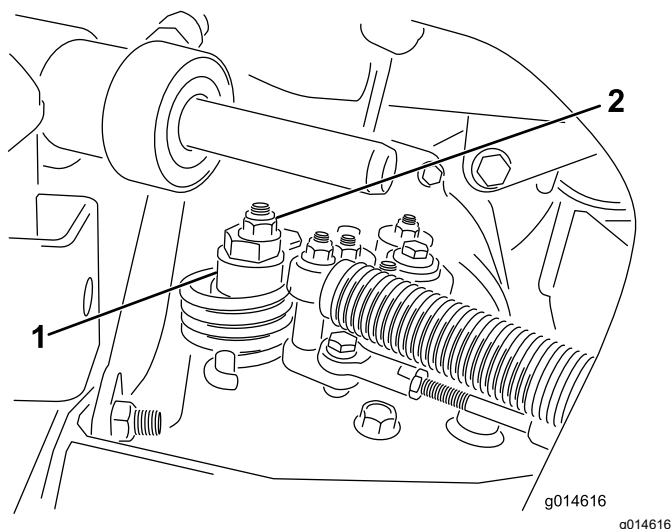

Figura 38
- A. Allentate il dado che fissa l'eccentrico alla parte superiore dell'igrostat (Figura 38).
- C. Fate girare l'eccentrico finché non riscontrate movimenti in alcuna direzione. Quando la ruota cessa di girare, serrate il dado di bloccaggio dell'eccentrico per mantenere la messa a punto (Figura 38). Verificate la regolazione portando l'acceleratore in posizione di MINIMA e MASSIMA.